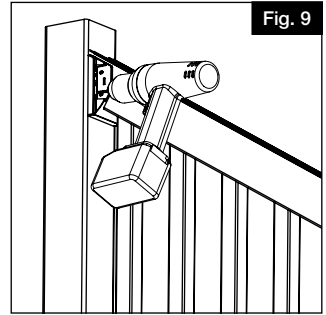

Fig. 9
- Asegúrese de que los travesaños estén completamente asentados con los barrotes y nivelados y centrados en la funda del poste. Mientras sostiene el soporte superior ajustado al travesaño desde abajo, y usando una broca de $\frac{1}{8}$ " , taladre el primer agujero del tornillo del soporte superior (Fig. 9). Taladre a través del agujero del soporte, la funda del poste de vinilo y el inserto de vinilo e instale sin apretar el primer tornillo #10 de $1\frac{1}{2}$ " .